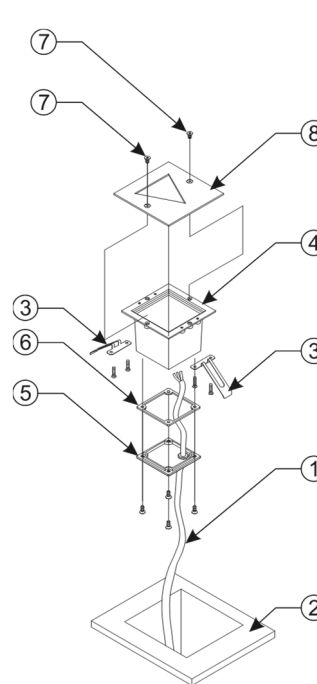
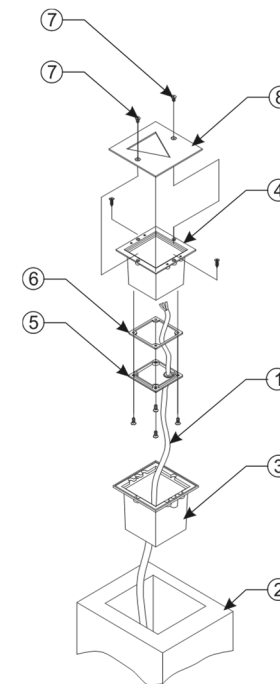

РИС. 1. Монтаж светильника без установочного короба
РИС. 2. Монтаж светильника с установочным коробом
## 5.2. Монтаж светильника с установочным коробом – Способ №2 (РИС.2)
**Внимание!** Светильник может быть установлен двумя способами, в зависимости от комплектации, места установки и типа монтажной поверхности (см. РИС.1, РИС.2):
### 5.1. Монтаж светильника без установочного короба – Способ №1 (РИС.1)